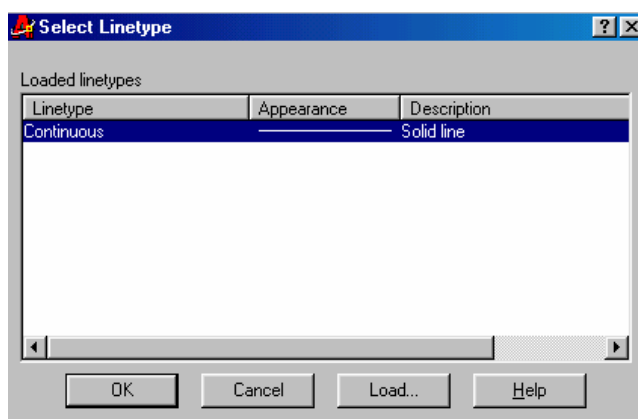

Figura 4.3 – Janela Select Linetype
5. Clique com o botão esquerdo do mouse sobre *linetype* no layer verde contínuo. Aparecerá uma janela de definição de traçados (figura 4.3). Nesta janela só haverá, inicialmente, um tipo de traço (contínuo). Para utilizarmos outros tipos de traço, devemos escolhê-los em uma outra janela. Pressionamos, então, o botão LOAD para carregar, na janela Select Linetype, os tipos de linhas desejados.